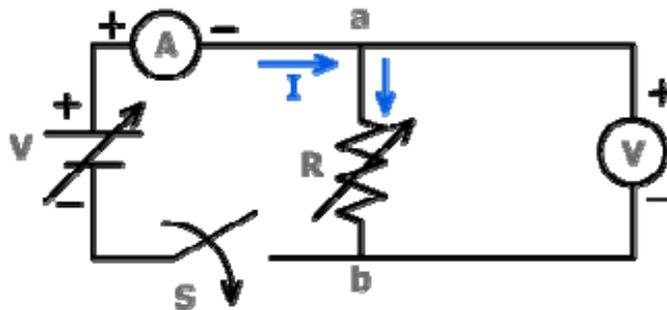

Figura 2.2
Para instalar el circuito de la figura 2.2:
- b. En el circuito de la figura 2.2 **asegúrese de la correcta conexión de los equipos de medida considerando su polaridad y la escala adecuada de trabajo.**
El reóstato de 100Ω ó 330Ω instalado entre los terminales *a* y *b*, según la figura 2.2, debe medirse con el óhmetro profesional y luego conectarse entre los bornes fijos.
Estudio de un elemento óhmico como variación de la figura 2.2.
En el circuito de la figura 2.2 instale la siguiente variación: el reóstato situado entre los puntos *a* y *b*, debe ser conectado entre los terminales variables y el cursor en una posición intermedia, mida el nuevo valor de *R* con el óhmetro y repita el procedimiento descrito en el numeral [2.5.1] literal c y llene la tabla 2.2.